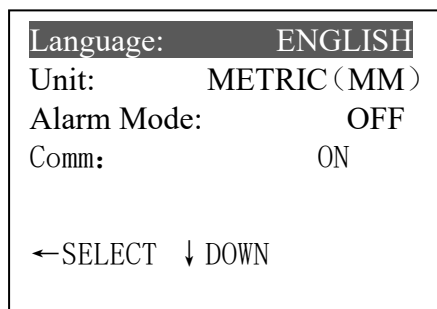
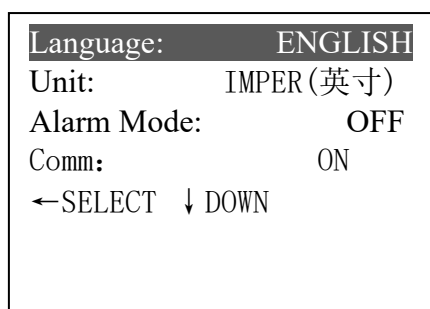

图 27
图 28
- 按↑或↓键选择 Units 单位，按←键循环显示公制和英制，（如图 27 和图 28）：